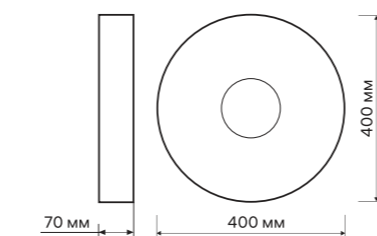

Рис.2
- Подсоедините светильник к сети переменного тока согласно схеме на **Рис.2**. Обратите внимание на маркировку проводов: **N** – ноль, **L** – фаза. Подсоедините питающие (одноцветные) провода к клеммной колодке. Если светильник устанавливается на металлической поверхности, поверхность должна быть заземлена.